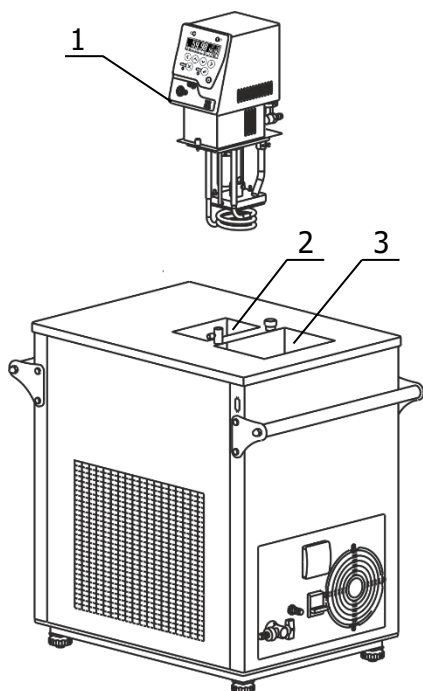

Рисунок 2 — Установка блока регулирования
2.2.3 Погрузить блок регулирования температуры 1 в отверстие 2 (рисунок 2) и закрепить его винтовыми фиксаторами на крышке термостата.
2.2.5 Заполнить ванну термостата теплоносителем через отверстие над рабочей зоной 3 (рисунок 2) до момента начала слива теплоносителя из переливного штуцера 11.